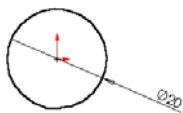

图 6-35 拉伸草图轮廓
4) 单击智能尺寸按钮 , 标注圆的尺寸如图 6-35 所示。